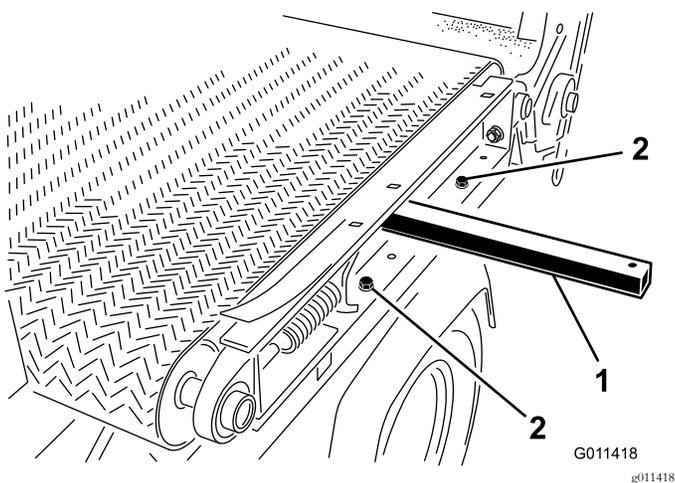

图35
- 卸下机器左侧将滑道货斗固定至机架的2个平头螺丝、垫圈和螺母 图35。
- 将撬棒插入机器左侧的孔中提起撬棒倾斜滑道货斗 图35。